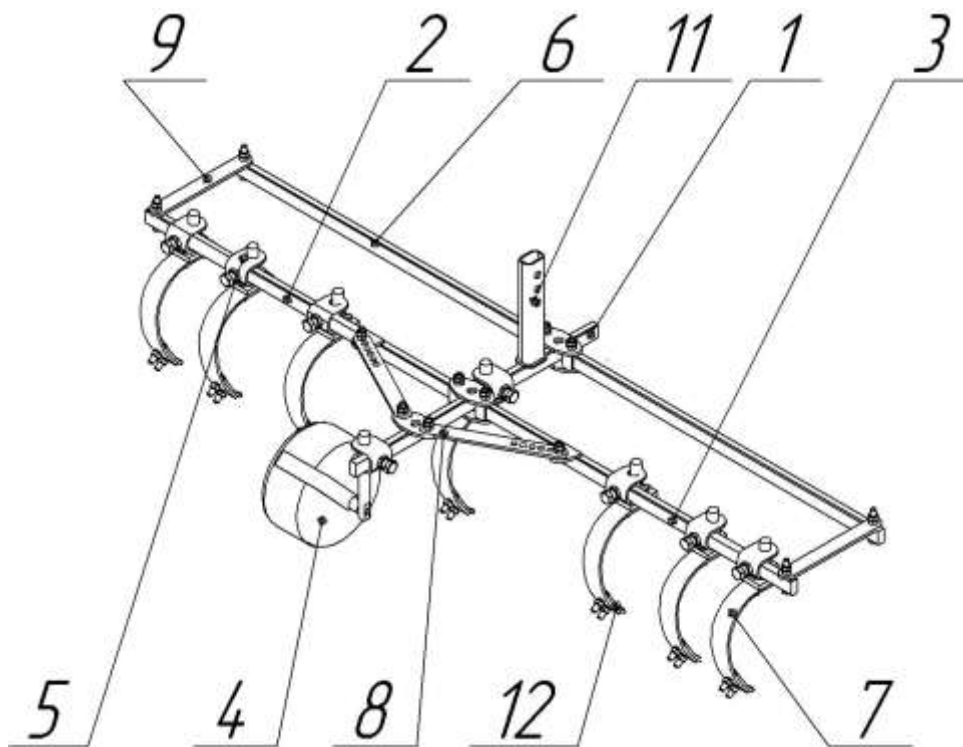

Рисунок 1 – Культиватор
5.1.1 Отрегулируйте ширину захвата культиватора (рисунок 1) перестановкой болтов в отверстиях планок 8 и перестановкой хомутов 5 по балкам 1, 2, 3, 6.
5.2.1 Демонтируйте лапы рыхлительные 7 (рисунок 1) и соберите борону в соответствии с рисунком 2.
При затуплении рабочих кромок лапу 12 (рисунок 1) разверните на 180°.